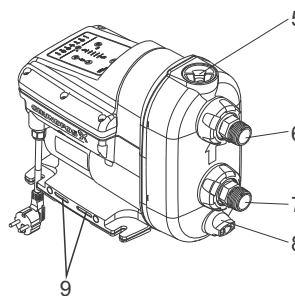

图 19 SCALA 泵
5. 逐渐打开并取下灌水塞。见图 19 (5)。
6. 拔下排放塞并排空泵。见图 19 (8)。
7. 拧松固定进口接头的螺母。见图 19 (7)。根据装置类型，可能需要进口和出口接头上卸下管道。
5. 逐渐打开并取下灌水塞。见图 19 (5)。加注塞和止回阀是同一个装置。